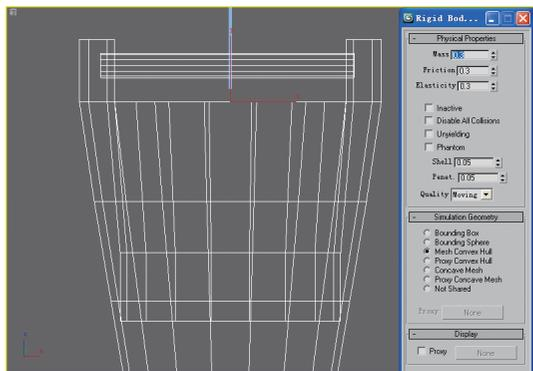

图9-111 设置重量
**07** 选择水桶，在属性面板中设置其重量，如图9-111所示。